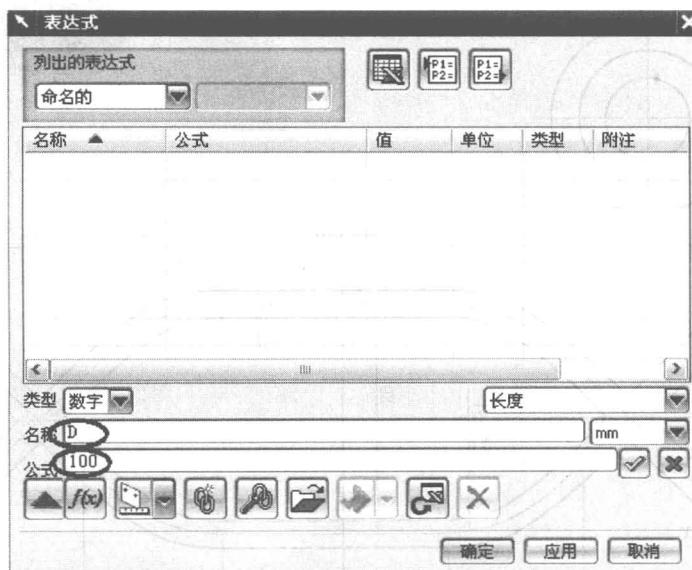

图 1-2
选择菜单中的【工具①】/【 = 表达式(F)... 】命令，出现【表达式】对话框，如图 1-2 所示。在名称、公式栏依次输入 D、100。注意在上面【单位】下拉框中选择 长度 选项，当完成输入后，选择 (接受编辑) 图标，如图 1-2 所示。